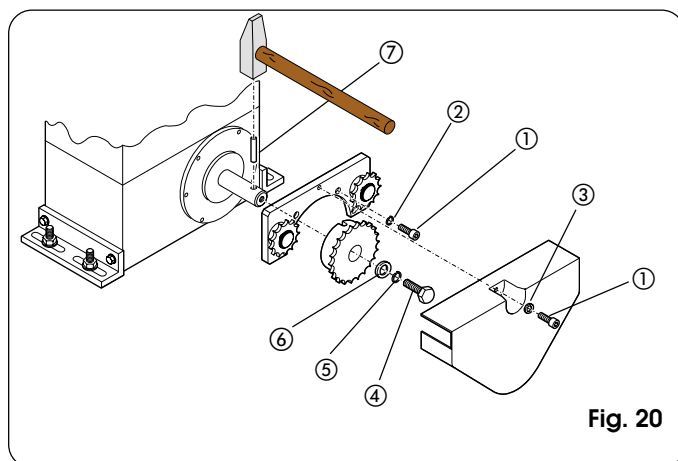
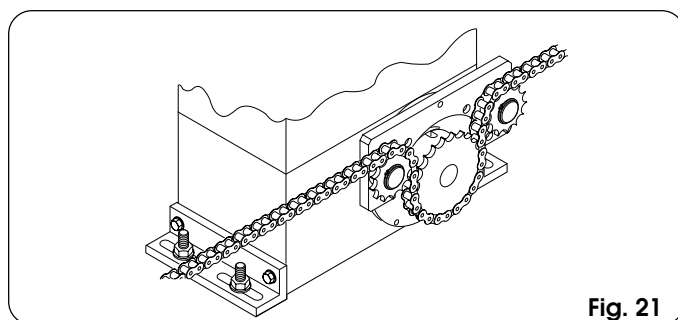

Fig. 20
Fig. 21
- 1) Monteer de spanstift ⑦ in de as met behulp van een hamer.
- 2) Plaats de beugel van de tussenoverbrengingen op de flens van de motorvertraging met behulp van de vier schroeven ① (M5 x 12) en de bijbehorende ringen ② uit de set, zoals aangegeven op fig. 20.
- 3) Plaats de kettingpignen op de as en laat hierbij de zittingen van de pignen op de spanstift samenvallen en haal de schroef ④ en de ringen ⑤ en ⑥ aan.
- 4) Voer de ketting door zoals aangegeven op fig. 21 en monteer de afdekking met de schroef ① en de ring ③ van fig. 20.